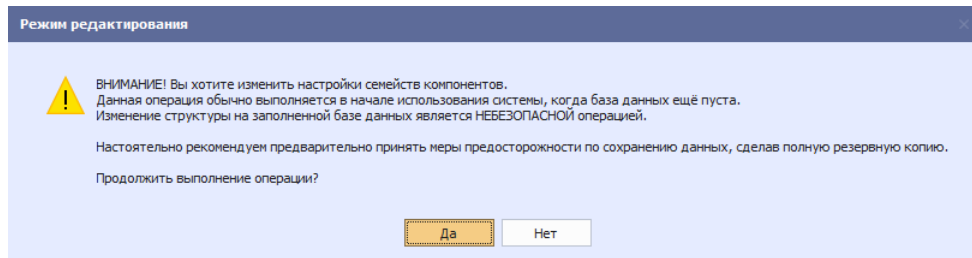

Рис. 26 Уведомление о необходимости создания резервной копии
3. Ознакомьтесь с информацией в отобразившемся окне и нажмите кнопку «Да» для перехода к редактированию, см. Рис. 26.